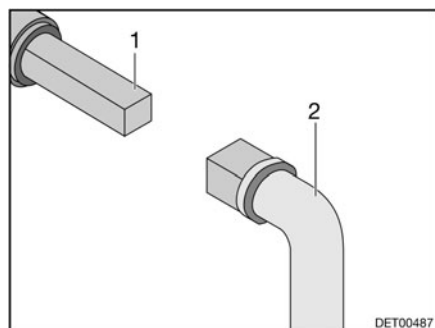

Fig. 201 Utilisation du robinet d'évacuation des eaux usées
- Insérer la clé (Fig. 201,2) sur la vis à quatre pans (Fig. 201,1).